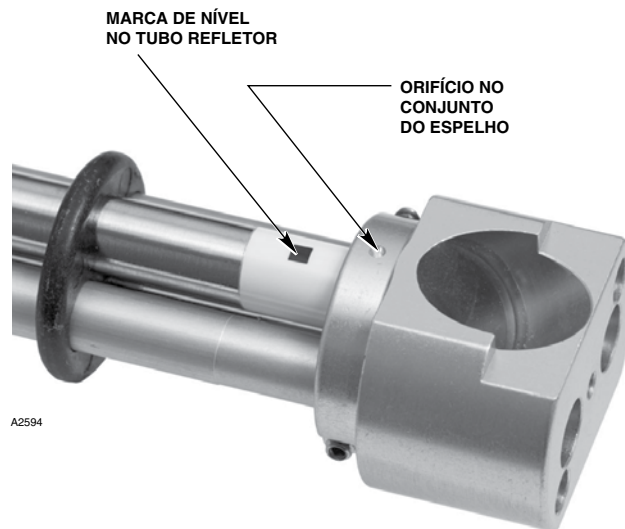

Figura 14 — Marca de nível no tubos refletor alinhada com orifício no conjunto do espelho
9. Insira as extremidades dos dois tubos refletores nos orifícios mais largos no conjunto do espelho e certifique-se de que estejam bem assentados. Observe a marca de nível nos tubos refletores e o orifício no conjunto do espelho. Eles devem estar alinhados, conforme mostrado na Figura 14.